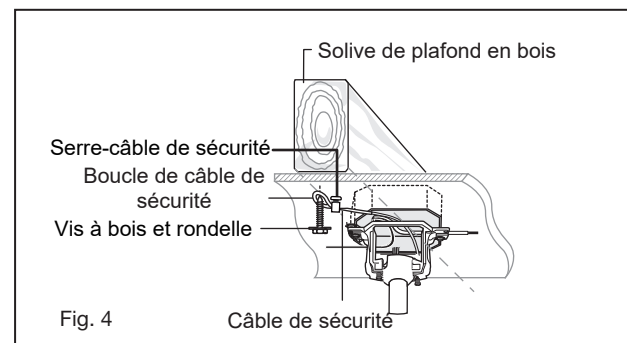

Fig. 4
- 8 Fixez la verrière au support de suspension en insérant les ouvertures de logement de clé de la verrière sur les vis du support de suspension (Fig.4), et tournez le ventilateur vers la droite pour engager les vis dans la fente de clé.
- 4 **REMARQUE:** La languette opposée à l'ouverture du support de suspension doit s'insérer dans la fente de la bille. (Fig. 4) Effectuez les connexions des fils, (reportez-vous à la section intitulée «Connexions électriques»).